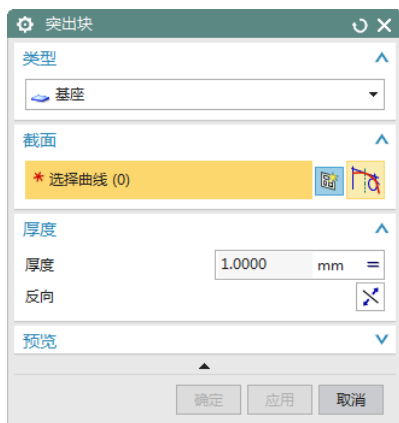
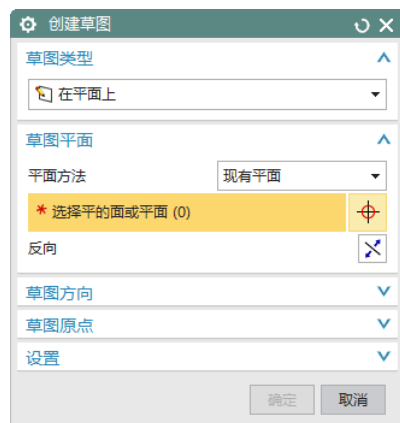

图 3-110 “突出块”对话框
图 3-111 “创建草图”对话框
(1) 选择“菜单(M)”→“插入(S)”→“突出块(B)”，或者单击“主页”选项卡“基本”面组上“突出块”按钮，打开如图 3-110 所示的“突出块”对话框。
(2) 在如图 3-110 所示对话框中的“类型”下拉列表框中选择“基座”，单击“截面”列表框中的图标，打开如图 3-111 所示的“创建草图”对话框。
(3) 在如图 3-111 所示的对话框中，选择 XC-YC 平面为草图绘制面，设置“水平”面为参考平面，单击“确定”按钮，进入草图绘制环境，绘制如图 3-112 所示的草图。
(5) 在如图 3-110 所示对话框中，单击按钮，创建突出块特征，如图 3-114 所示。